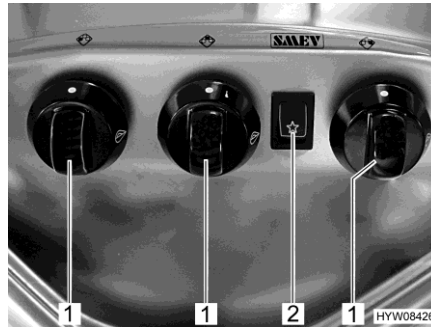

Bild 181 Bedienelemente (Gaskocher)
- Drehregler (Bild 181,1) der gewünschten Brennstelle auf Zündposition (große Flamme) drehen.
- Wippschalter (Bild 181,2) drücken. Am Brenner werden Zündfunken erzeugt.